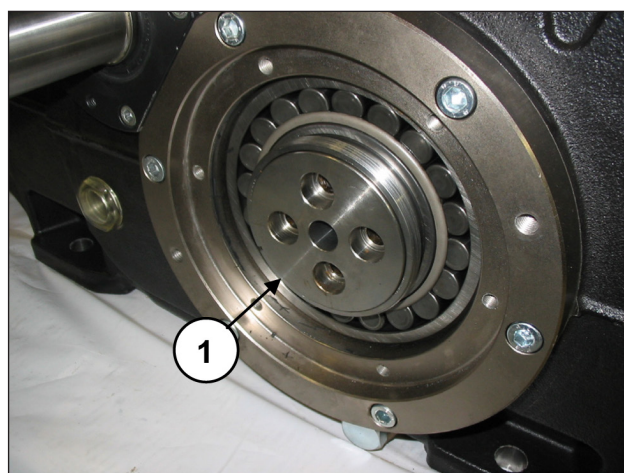

Рис. 15
Фиксирующие фланцы втулки должны остаться на своих местах (поз. ①, Рис. 15).